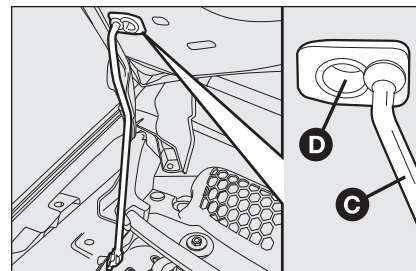

fig. 98
- ☐ soulever le capot et en même temps dégager la béquille de maintien **C-fig. 98** de son dispositif de blocage, puis engager l'extrémité de la béquille dans l'emplacement **D** du capot.